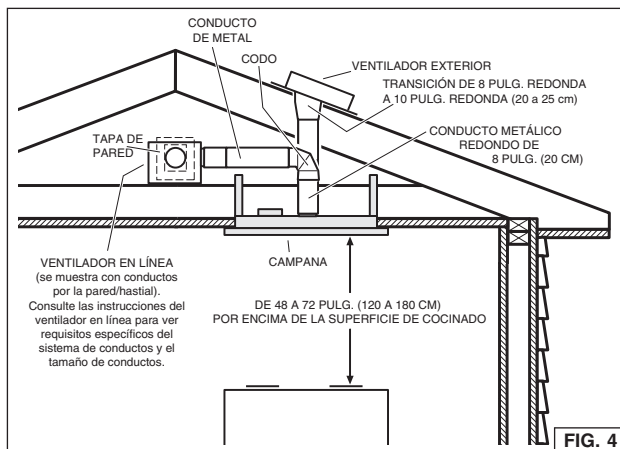

FIG. 4
3. En 3 segundos, presione f (P2) en el control de la campana. (Fig. 4) El anillo de LED encenderá aproximadamente 10 segundos para confirmar que el proceso de enlace fue exitoso.
1. Elija la ubicación de la campana, el ventilador exterior o en línea y cualquier tapa de techo o pared, y decida dónde colocará los conductos. Vea sugerencias en la Fig. 4 y en las instrucciones del ventilador exterior o en línea.
La campana siempre debe centrarse arriba de la estufa. Asegúrese de tener el espacio adecuado en la estructura del techo para instalar la campana y los conductos. La campana debe montarse de 48 a 72 pulg. (120 a 180 cm) por arriba de la estufa para extraer mejor las impurezas al cocinar. Fig. 4.